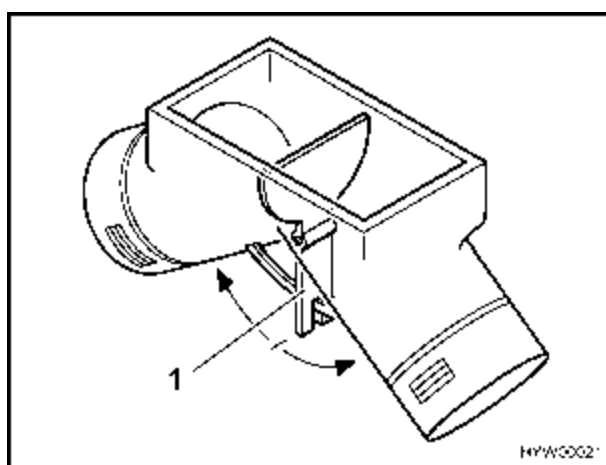

Fig. 97 Ventilateur à air pulsé Trumavent, vanne de réglage en position intermédiaire
En position intermédiaire, l'air chaud se répartit à 50 % sur les deux sorties à air chaud. Le levier de commande (Fig. 97,1) pour la vanne de réglage est installé sous le portillon de la penderie.
- Actionner le levier de commande (Fig. 97,1) dans le sens de la flèche jusqu'à obtention de la position désirée.